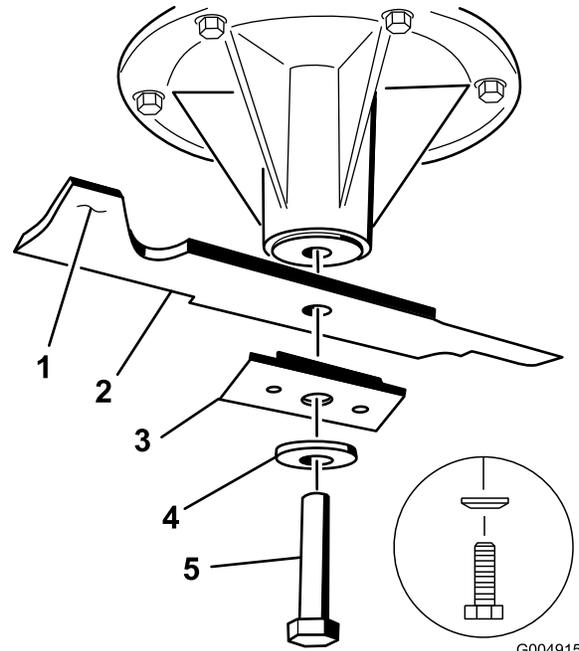

Figure 59
- Pour les tabliers de coupe de 91 cm (36 po), enlevez le boulon de lame, la rondelle bombée, le renfort de lame et la lame de l'axe de pivot (Figure 59).
- Sur les tabliers de coupe de 91 cm (36 po), montez la lame, le renfort, la rondelle bombée et le boulon de lame (Figure 59).